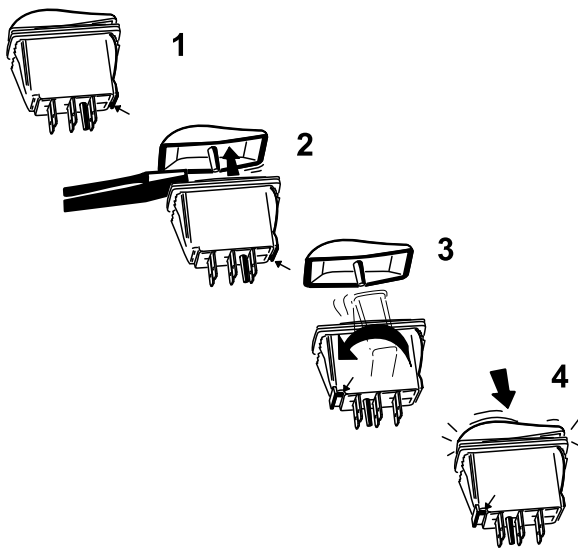

Bild 21
- B. Entfernen Sie die Abdeckung des Kippschalters vorsichtig mit einem flachen Schraubenzieher oder ähnlichem Werkzeug (Bild 21).
- C. Halten Sie die Schalterabdeckung fest und drehen Sie das Schaltergehäuse um 180 Grad, sodass die Steckerkerbe vorne links ist (Bild 21).
- D. Drücken Sie die Abdeckungen des Kippschalters auf die Schaltergehäuse in dieser neuen Ausrichtung, bis sie einrasten (Bild 21).